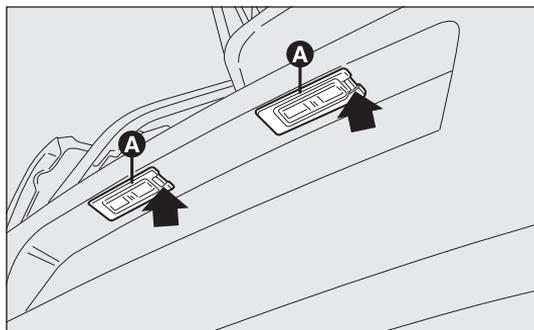

fig. 178
- agir sur le point indiqué par la flèche et enlever le transparent A-fig. 178 ;